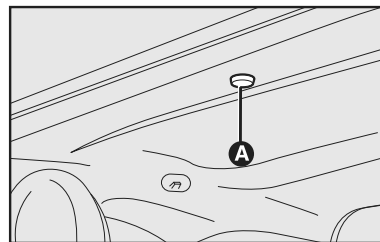

fig. 52
- Retirar a tampa de proteção **A-fig. 52** no revestimento interno, depois da cortina de proteção contra o sol;